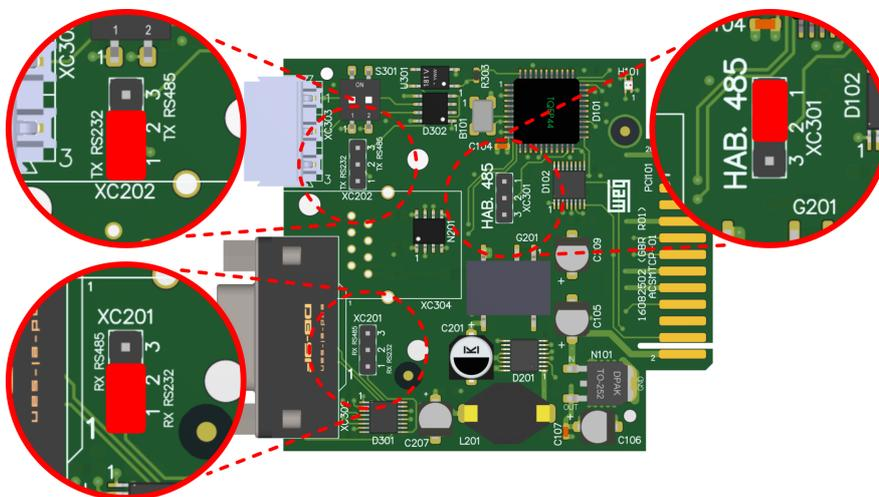

Figura 5.2: Jumpers para configuração do RS232.
- Para selecionar a interface RS232 os *jumpers* devem ser colocados nos pinos 1 e 2 dos conectores XC201, XC202 e XC301, conforme Figura 5.2. Portanto, a comunicação fica habilitada para o conector DB9.